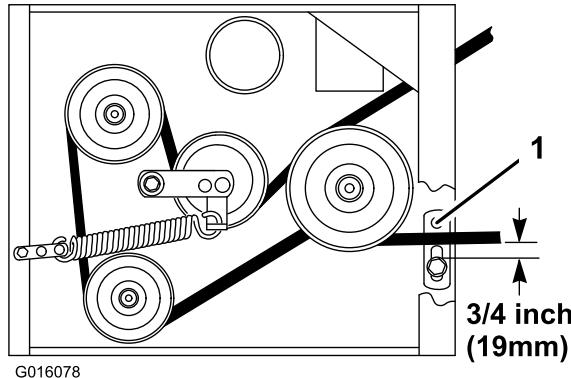

Figura 46
- Verificate la regolazione corretta del guidacinghia sotto il telaio del motore (Figura 46).
Nota: La distanza tra il guidacinghia e la cinghia del tosaerba dovrebbe essere di 19 cm quando si innesta la cinghia del tosaerba (Figura 46). Regolate il guidacinghia del tosaerba come opportuno. Se le guide sono regolate correttamente, la cinghia, quando è disinnestata, non dovrebbe opporre troppa resistenza né staccarsi dalle pulegge.